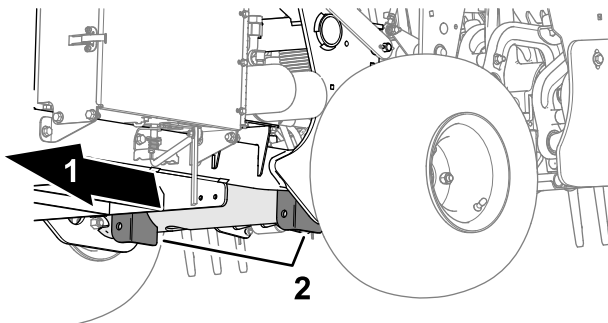

Bild 128
3. Stellen Sie den Ständer sicher unter die Rahmenplatte, sodass er sich gerade innen im Hinterrad befindet (Bild 128).